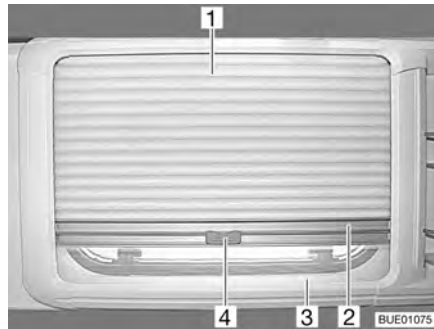

Fig. 59 Finestra apribile
- Afferrare la tendina oscurante pieghevole (Fig. 59,1) per la parte centrale della barra di presa (Fig. 59,2), tirarla dall'alto verso il basso e rilasciarla nella posizione desiderata. La tendina oscurante pieghevole rimane in questa posizione.
- Tirare la zanzariera a rullo (Fig. 59,3) per la maniglia (Fig. 59,4) verso l'alto fino a quando non si trova in contatto con la tendina oscurante pieghevole (Fig. 59,1).
- Inclinare la maniglia (Fig. 59,4) della zanzariera a rullo.